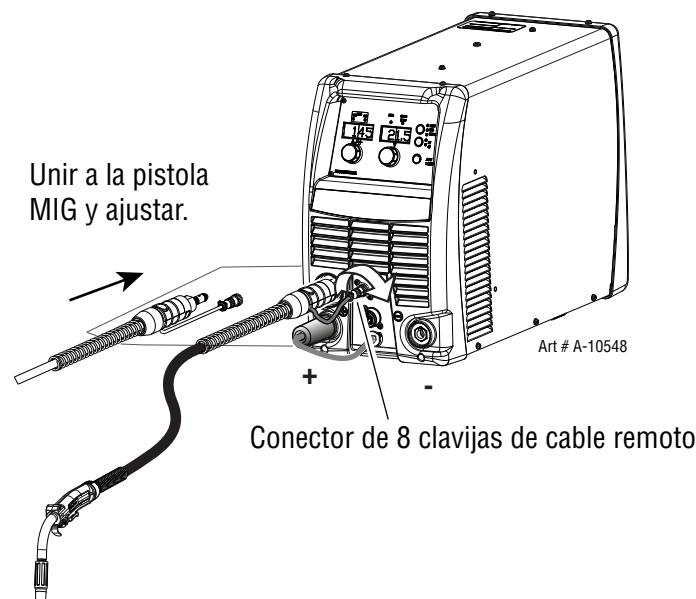

Figura 3-8: Montaje del cable de la pistola de MIG al receptáculo del adaptador
- Si está incluido, alinee la configuración de clavijas del conector pigtail del interruptor de la pistola de MIG con el receptáculo de 8 clavijas a la derecha del cable de la pistola de MIG y conéctelos. Ajuste con el giro del anillo de cierre a la derecha (sentido horario). Consulte la figura 3-8.